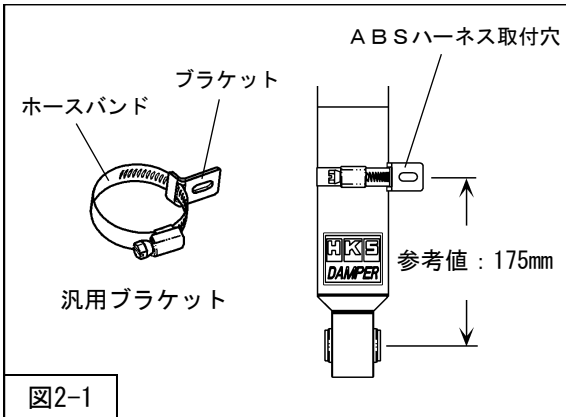

図2-1
1. 本製品にはABSセンサハーネスを固定するため、汎用ブラケット（ブラケット+ホースバンド）を同梱しています。純正サスペンションと同じ距離・位置になるように、汎用ブラケットをフロントサスペンションASSYに固定してください。（図2-1）